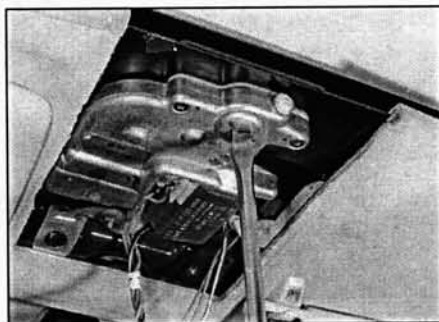

Рис. 17.2. Закрытие люка вручную
- 2 Вставьте отвёртку в специальный паз, надавите на него вверх и закройте люк свободной рукой (рис. 17.2).